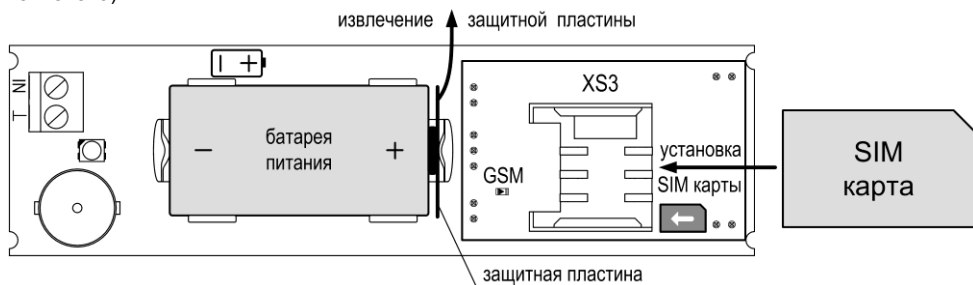

Рис.5 Установка SIM карты, извлечение защитной пластины
Сигнализатор поставляется с установленной батареей питания, изолированной от контакта защитной пластиной (см. рис.5).
2. Убедитесь, что SIM карта установлена в соответствии с рис.5, либо установите SIM карту (если не установлена) – см. рис.5.
3. Включите питание сигнализатора – извлеките защитную пластину из контактов батареи питания (см. рис.5) или установите батарею питания, соблюдая полярность (если она была извлечена).